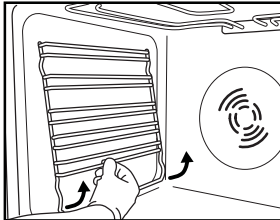

Рис. 3
1. Зніміть бокові решітки для кріплення аксесуарів (рис. 3).